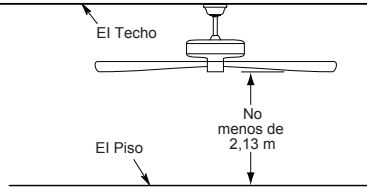

Figura 2
Caja profunda (Figura 2)
2. Instale y fije con firmeza 3/16"-24 tornillo de cabeza troncocónica con arandela plana/arandela de resorte en la parte inferior de la palas, y luego fije los tornillos instalados anteriormente en la parte superior del motor. (Figura 2)
2. Retire el clip de horquilla y pasador de horquilla de la parte inferior de la bola para colgar. Retener el pasador y clip para la reinstalación en el paso 4. (Figura 2)
Debe colgar el ventilador a una distancia mínima de 2,13 m desde las aspas hasta el piso. (Figura 2)
Para evitar una posible descarga eléctrica, asegúrese de cortar la alimentación eléctrica de la caja de fusibles principal antes de alambrado el ventilador. (Figura 2)
- ☐ 2. Coloque y ajuste firmemente la cubierta para el tornillo de la base sobre los tornillos de reborde de la abrazadera para colgar mediante el mecanismo de seguro por giro del chavetero. (Figura 2)
- ☐ 2. Instale la unidad del carcasa de interruptor en el soporte utilizando las dos ranuras principales de conexión. Vuelva a colocar el tercer tornillo y asegure los tres tornillos. (Figura 2)
2. Restaure la fuente de alimentación de la toma de corriente enciendo la electricidad del fusible principal. (Figura 2)